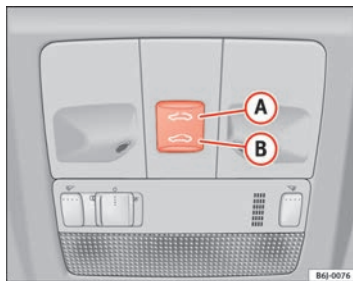

Abb. 48 Panoramadach / Ausstelldach
- Wird der Taster **(B)** ⇒ Abb. 48 ⇒ **(!)** betätigt und betätigt gehalten, führt das Dach die Schließbewegung aus, bis der Taster wieder losgelassen wird.